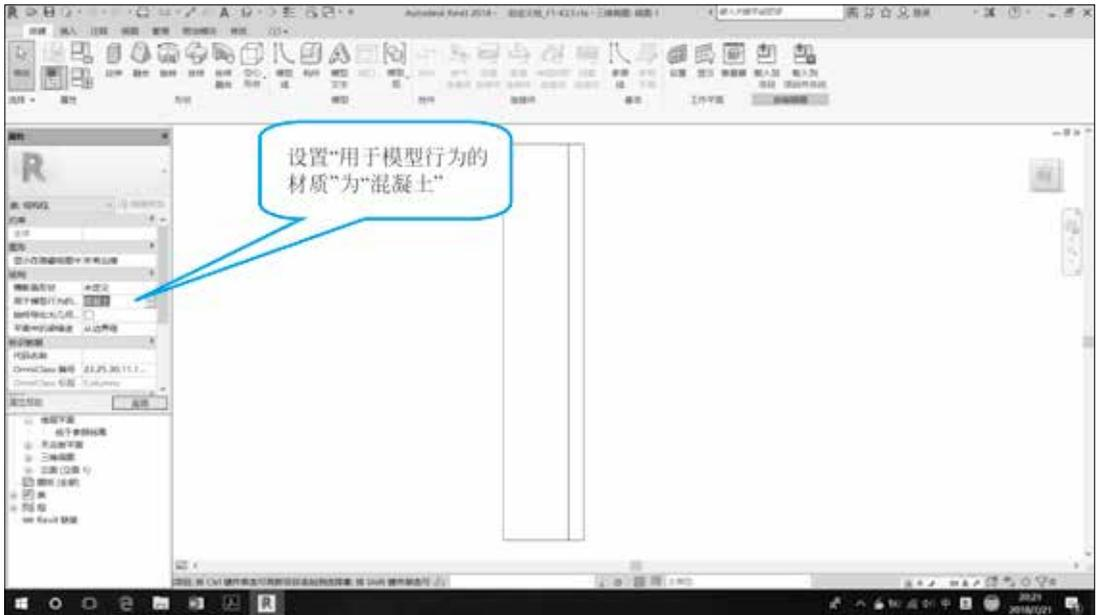

图 3.1.16 设置用于模型行为的材质
(6) 在“属性”面板中设置“用于模型行为的材质”为“混凝土”，如图 3.1.16 所示。